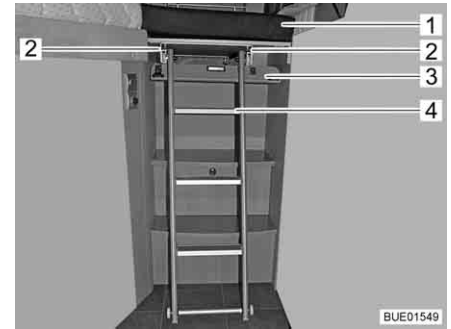

Fig. 138 Ensanchamiento de cama con escalera de ascenso
- Girar el panel (Fig. 138,3) hacia abajo. El panel es retenido por medio de cierres magnéticos.
- Desengatillar la escalera de ascenso (Fig. 138,4) y extraerla un poco de los rieles (Fig. 138,2).
- Colocar el cojín adicional (Fig. 138,1) sobre el ensanchamiento de cama.